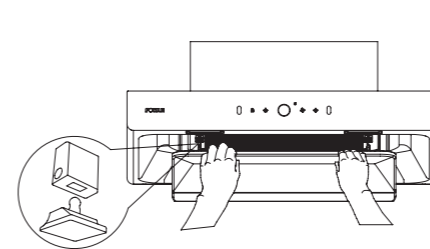
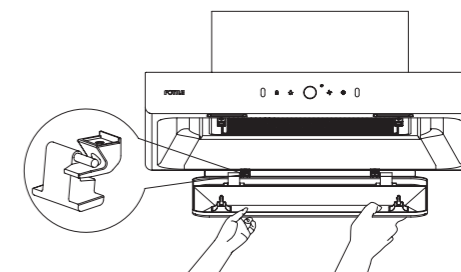

Fig.1
Fig.2
1. 首先，用雙手抓住蝶翼板前沿，向下翻轉，使蝶翼板卡扣脫離（見 Fig.1），然后向下翻轉一定角度，最后雙手平端着蝶翼板向外取出（見 Fig.2）；
1. 首先，取下蝶翼板（見 Fig.1 和 Fig.2）；